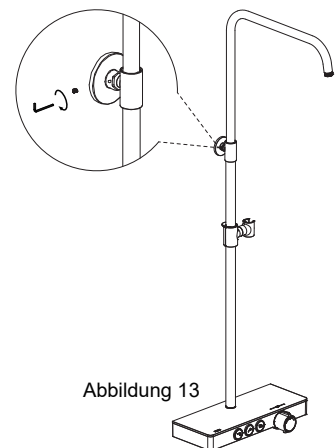

Abbildung 13
- Verbinden Sie den Rohranschluss mit der Wandhalterung und verwenden Sie den Inbusschlüssel zur Sicherung (Abbildung 13).